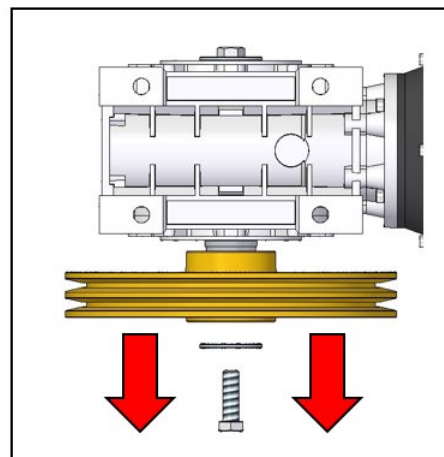

Fig.3
- estrarre il tamburo, o la puleggia, comprensivo dell'albero (fig. 3)